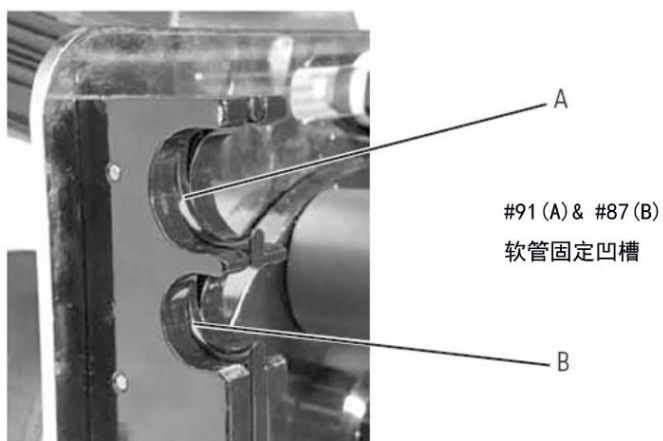

图 5. 软管固定凹槽
3. 将软管插入到上部软管固定凹槽（见图 5）。沿固定组件外部边缘，在软管上标记“最佳位置”的放置标识（见图 3）。